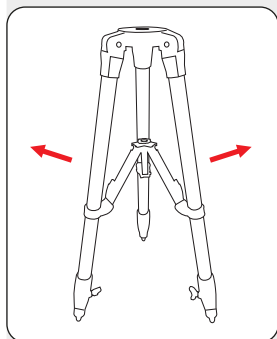

Fig. 4 : Écarter les pieds du trépied
1. Saisissez les trois sections supérieures des pieds du trépied (3) et tirez-les entièrement vers l'extérieur (Fig. 4).